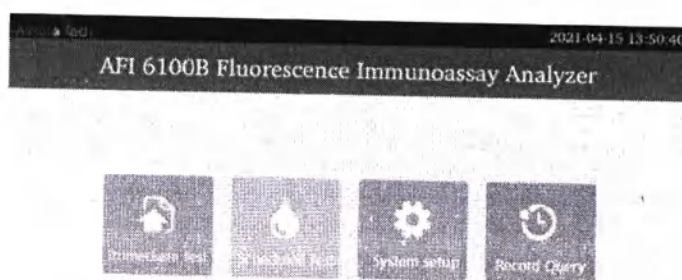

Рис. 10 Главное меню
После завершения самодиагностики, на экране отображается главное меню, как показано на Рис. 10. Главное меню состоит из четырех основных модулей: «Немедленный тест»,
- 3) Выберите «Немедленный тест» или «Запланированный тест» (см. рис. 10).